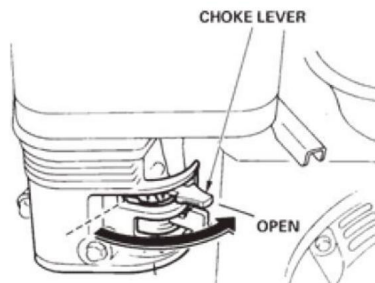

ABB.8
9.4 Stellen Sie den Choke-Hebel (ABB. 8) in die Position „OFFEN“, wenn Sie einen Warmstart durchführen Motor oder die Temperatur ist warm.